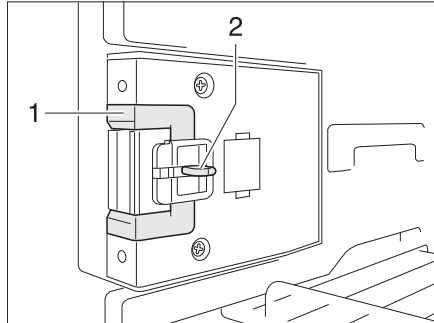
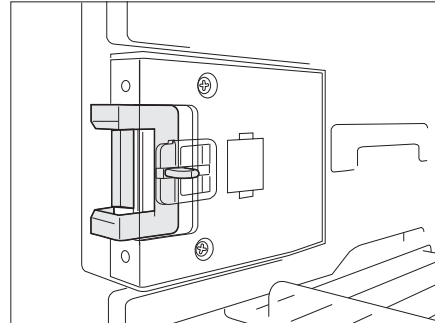

Fig. 275 Dispositif de fermeture en position normale
Fig. 276 Dispositif de fermeture en position de ventilation
- Presser le bouton de déverrouillage (Fig. 275,2).
- Pousser le dispositif de fermeture (Fig. 275,1) vers l'avant (Fig. 276).